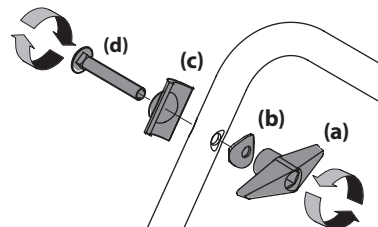

Figura 2-7
2. Afloje la perilla de aletas (a), la arandela cóncava (b), la lengüeta de la barra de control (c) y el tornillo de carro (d) que están a ambos lados de la barra de control inferior. Consulte la Figura 2-7.